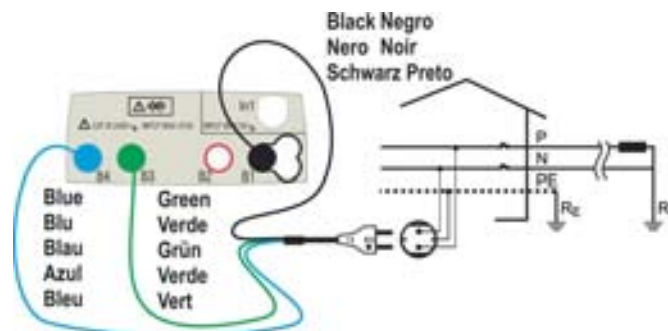
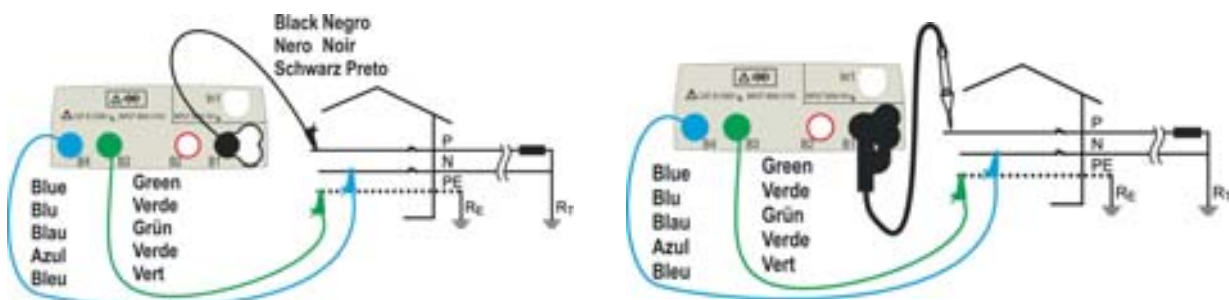
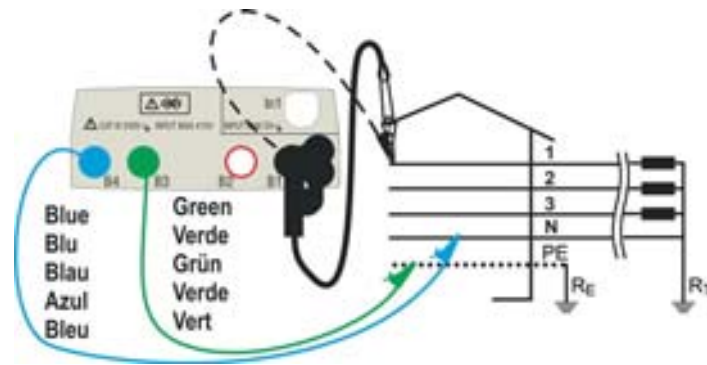
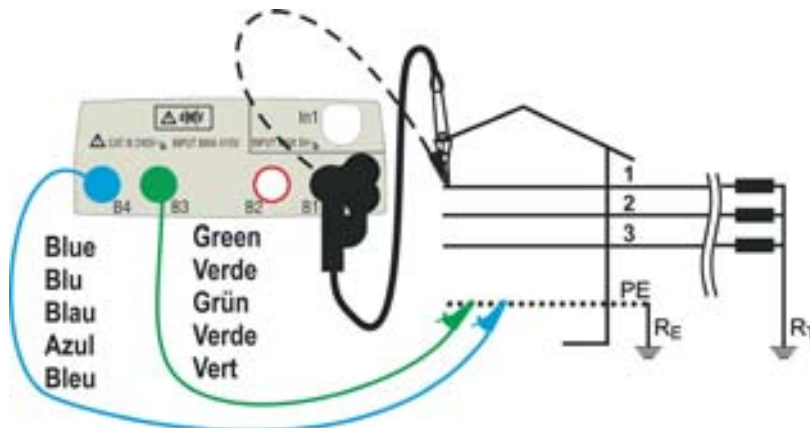

Fig. 18: Misura P-N/P-PE in impianti monofase/bifase 230V tramite spina shuko
Fig. 19: Misura P-N/P-PE in impianti monofase/bifase 230V con cavi e puntale remoto
Fig. 20: Misura P-N/P-PE in impianti trifase 400V+N+PE con cavi singoli e puntale remoto
Fig. 22: Misura P-PE/P-N in impianti 400V + PE (no N) con cavi singoli e puntale remoto
4. Eseguire la calibrazione preliminare dei terminali di misura come descritto nel § 6.4.2. Connettere la spina shuko, i coccodrilli od il puntale remoto alla rete elettrica in accordo alle Fig. 18, Fig. 19, Fig. 20 e Fig. 22